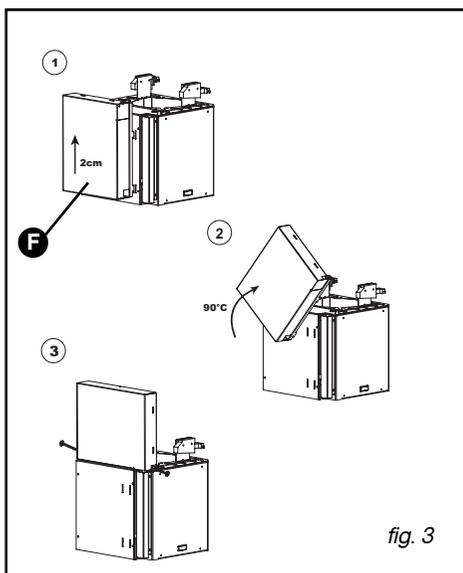

fig. 3
- Retirez le ruban adhésif du boîtier composant (F fig.3)
- Soulevez le boîtier d'environ 2cm, puis le dégager, faites lui faire 1/4 de tour, puis le glissez et le fixez à l'aide des 2 vis sur le dessus du moteur (fig 3).